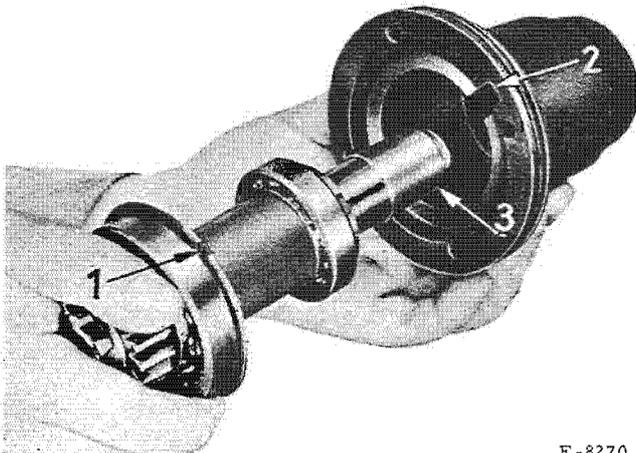

Fig. 54. - Montage de l'arbre primaire dans la bride. - 1. Ouverture du circlip. - 2. Trou de graissage. - 3. Manchon de protection.
- Mettez la bride en position de telle façon que l'ouverture du circlip se trouve en face du trou de graissage (2) (fig. 54).